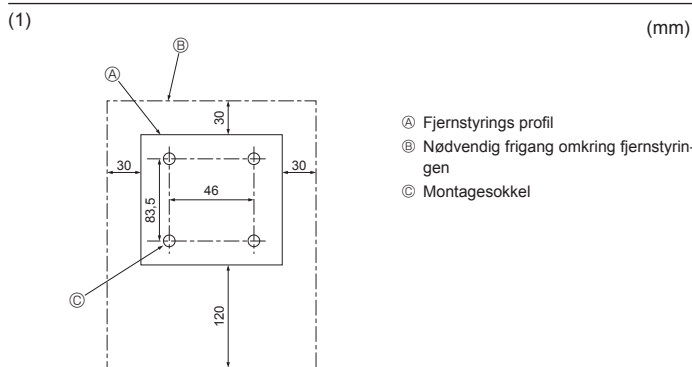

Fig. 6-2
6.2. Fjernstyring (Fig. 6-2) Til ledningsbetjent fjernbetjening